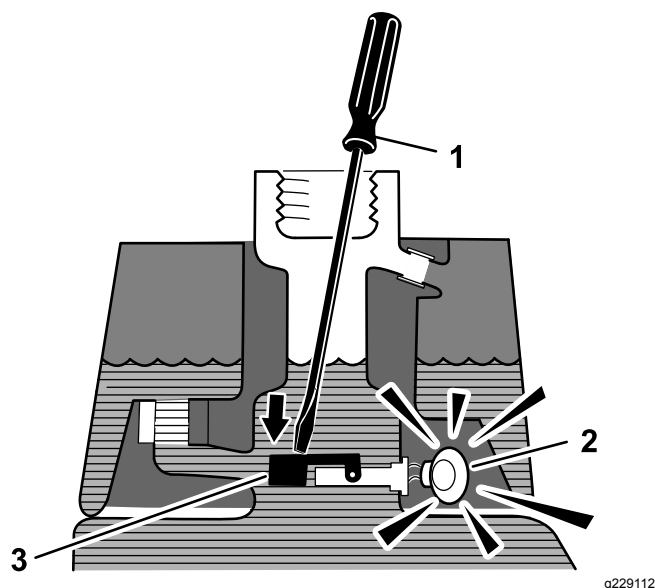

図 42
3. 汚れのついていない鉄の棒やねじ回しなどをタンクの首から差し込んで、フロートスイッチ 図 42 を押し下げる1 秒後にアラームがなれば正常。